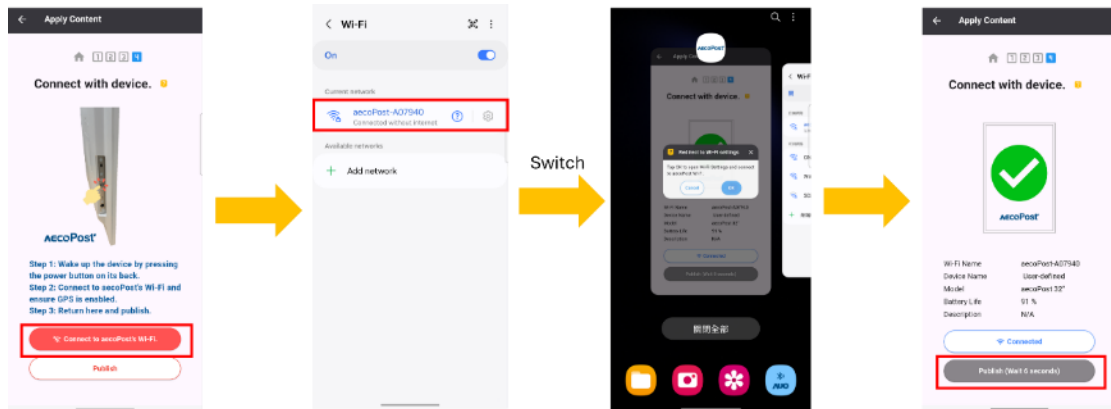

Figure 5-3: Connect step
3. AecoPost 기기와 연결한 후 콘텐츠를 게시합니다. **“Connect with Device”** 버튼을 눌러 휴대폰의 Wi-Fi 설정 페이지로 이동한 뒤, 연결이 완료될 때까지 기다리십시오. (Figure 5-3)